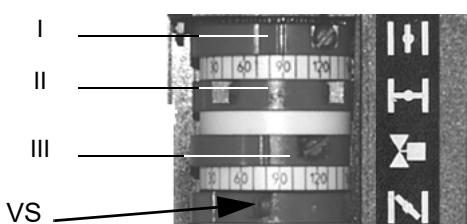

Рис. 10
- 10 figurakогда появится пламя, нажать на секунду кнопку **P1** на печатной плате (Рис. 10), с целью наполнения трубы второй форсунки;